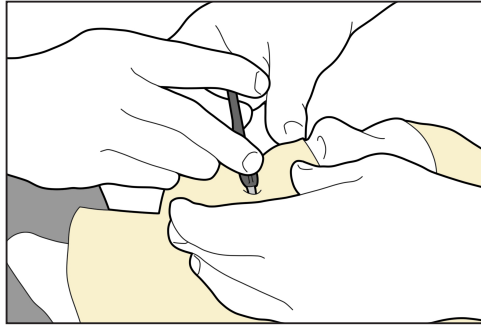

Fig. 12
3. Introduceți dispozitivul bucal de imobilizare prin mască și în gura pacientului, în timp ce masca continuă să fie modelabilă (Fig. 12).
4. Utilizați ghidajul pentru a introduce dispozitivul bucal de imobilizare la adâncimea corectă (Fig. 12).